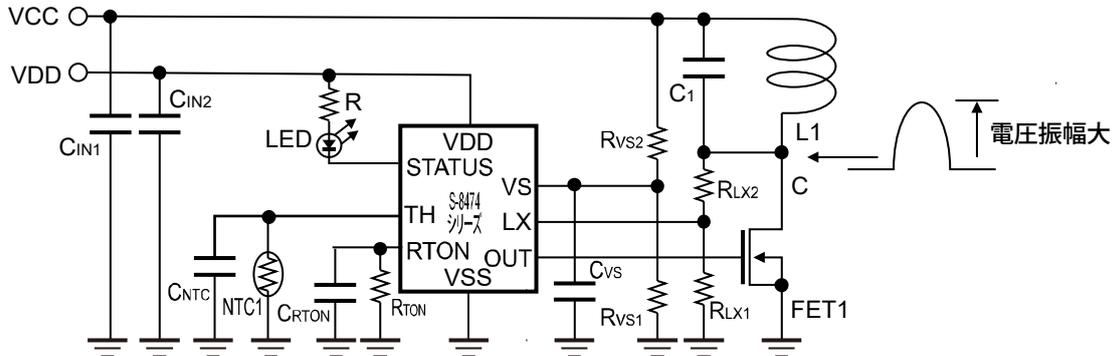

図47
- 図47のVCCIには1kHz ~ 110kHz (LC共振周波数) の周波数成分のゆれが発生するような電源を使用しないでください。誤動作を引き起こす可能性があります。
- 図47のVDDIには、誤動作防止のため、周波数成分のゆれが発生するような電源を使用しないでください。
- 図47の基板を設計する際、下記の理由でRTON端子、VS端子、TH端子のそばには配線を通さないようにしてください。抵抗 R_{TON} は可能な限りRTON端子に近づけてレイアウトしてください。
(1) コイルL1と共振コンデンサ (C_1) により、C点では大きな電圧変動が生じる。
(2) RTON端子、VS端子、TH端子はインピーダンスが高いため、外来信号の影響を受けやすい。